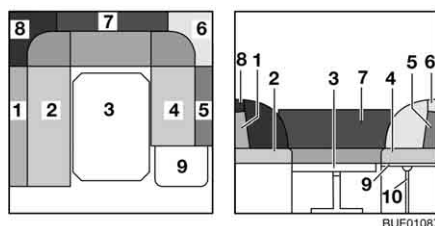

Fig. 96 Durante la transformación
- Introducir el apoyo (Fig. 96,10) en el alojamiento en la prolongación del armazón de la cama.
- Quitar los cojines del respaldo (Fig. 96,1, 5, 6, 7 y 8) y ponerlos a un lado.